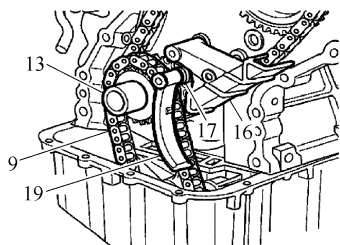

图 10-21 拉出张紧杆
1) 尽量远地拉出张紧杆 19 与弹簧 17 和导轨 16,直到张紧杆越过机油泵传动链 9 并停在曲轴 13 上为止,如图 10-21 所示。